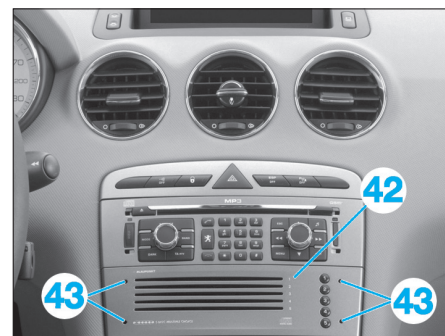

Fig. 24
- Extraire le chargeur CD (42) à l'aide d'épingles à insérer en (43) (Fig.24).